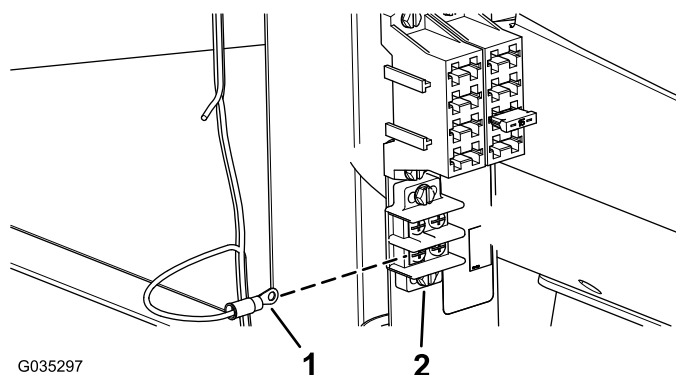
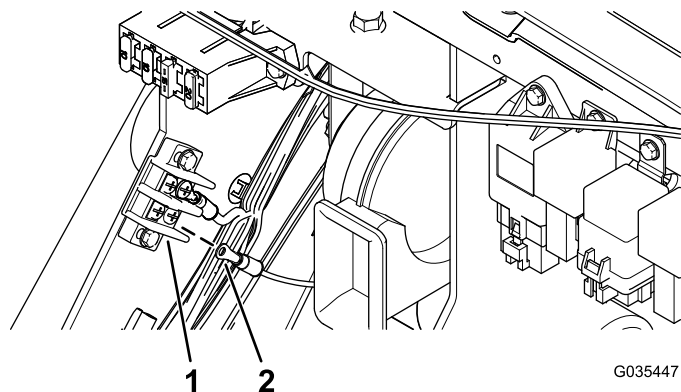

图13
图12
2. 将线束端子卡环连接至地线盒端子 (图12 或图13)。